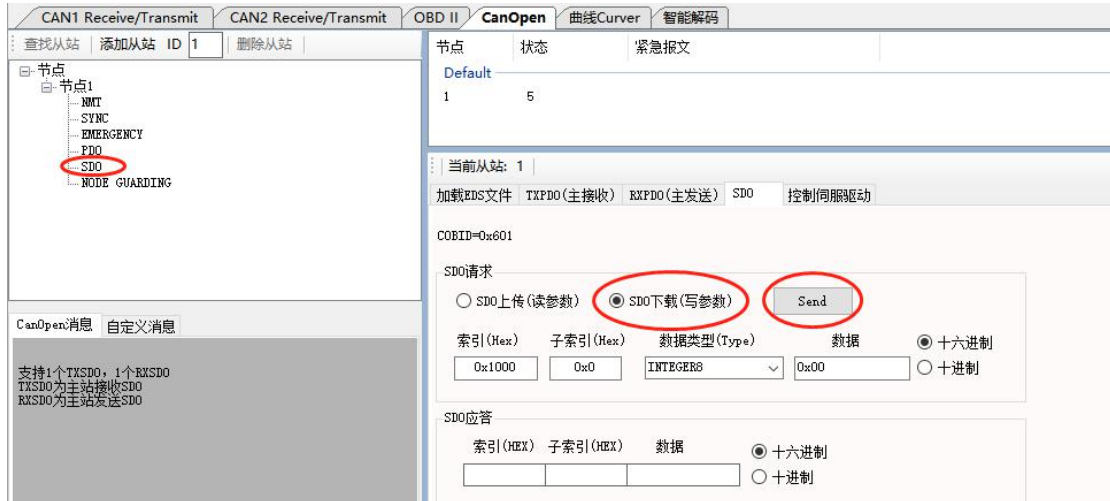

图 5.9 SDO 命令发送界面 B
您可以通过发送 SDO 命令来对 TPDO 数据的**截止时间（发送周期）**进行修改。具体的修改步骤如下：①在 CANopen 插件中点击 NMT，切换到 NMT 界面。选择 **Enter Pre-operational State**，之后点击 NMT 按钮，使设备进入预操作状态，TPDO 指令停止发送，②在 ECANTools 软件的 CANopen 界面中，点击左侧的“SDO”，③点击“SDO 下载（写参数）”，④在索引、子索引等位置依次输入 0x2000、0x01、Unsigned8、200、十进制，如图 5.9 所示，之后点击 Send 按钮。若下方 SDO 应答区收到如图 5.10 的数据则说明通信正常。